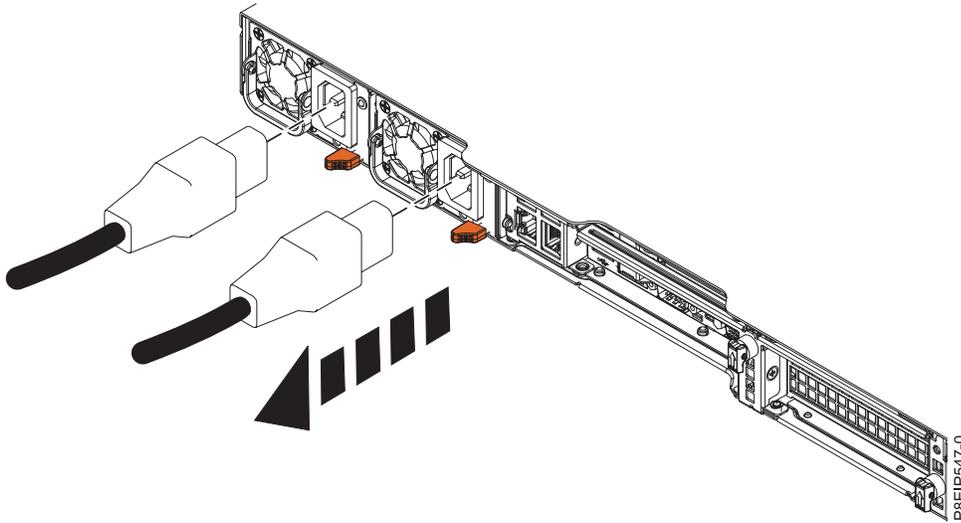

Figura 101. Extracción de los cables de alimentación del sistema
2. Etiquete y desconecte los cables de alimentación de la unidad del sistema como se muestra en la Figura 101 en la página 100.